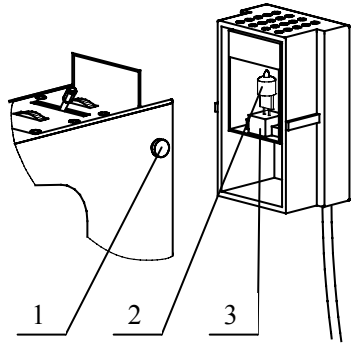

图 14
1. 更换 **XPL-1503/XPL-1530** 落射照明的灯泡，见图 14